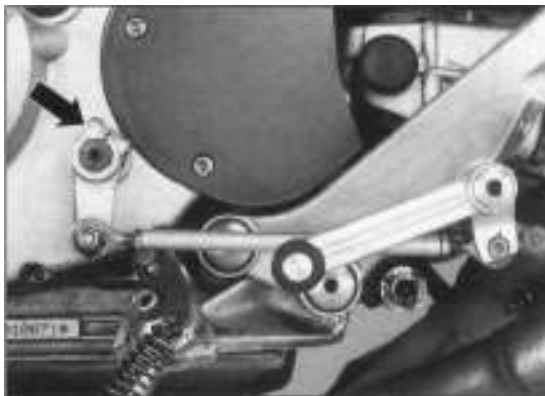

Bild 68
- Schalthebel von der Schaltwelle abnehmen (Klemmschraube ganz ausdrehen; Bild 68).